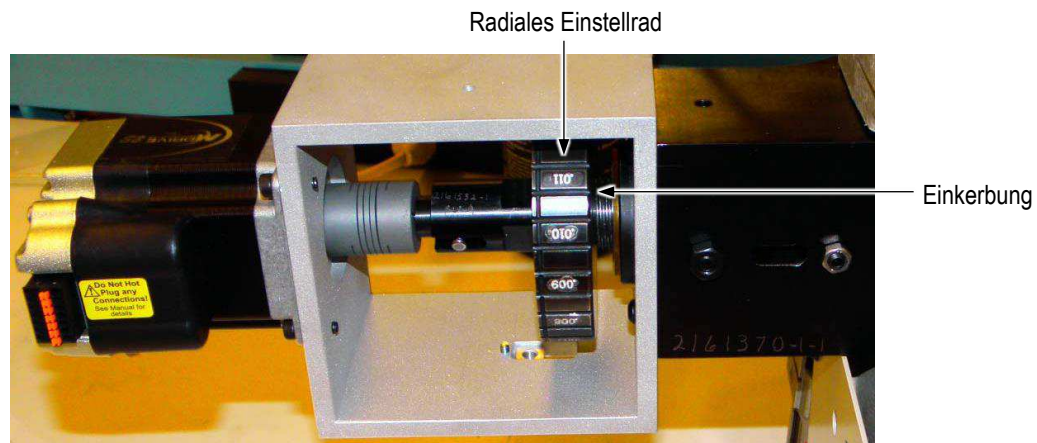

Abbildung 17
- Das Ausrichten der vertikalen Linie der Anzeigeplatte mithilfe der Einkerbung im radialen Einstellrad und der horizontalen Linie der Anzeigeplatte mit der Nullstellung des axialen Einstellrads führt zu einer maximalen Crimphöhe für alle Produkte (siehe Abbildung 17).